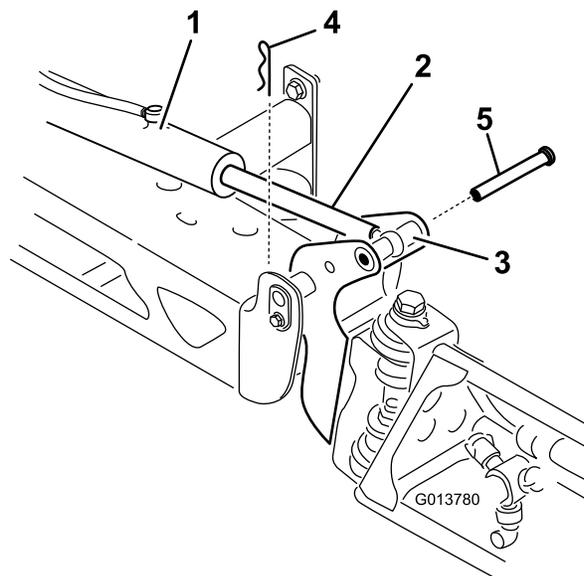

Figura 37
2. Togliete la coppiglia dal perno di articolazione (Figura 37).
3. Sollevate la barra e togliete il perno (Figura 37). Abbassate lentamente la barra a terra.
7. Tenete ferma la barra e inserite il perno attraverso il perno della barra e l'asta dell'attuatore (Figura 37).